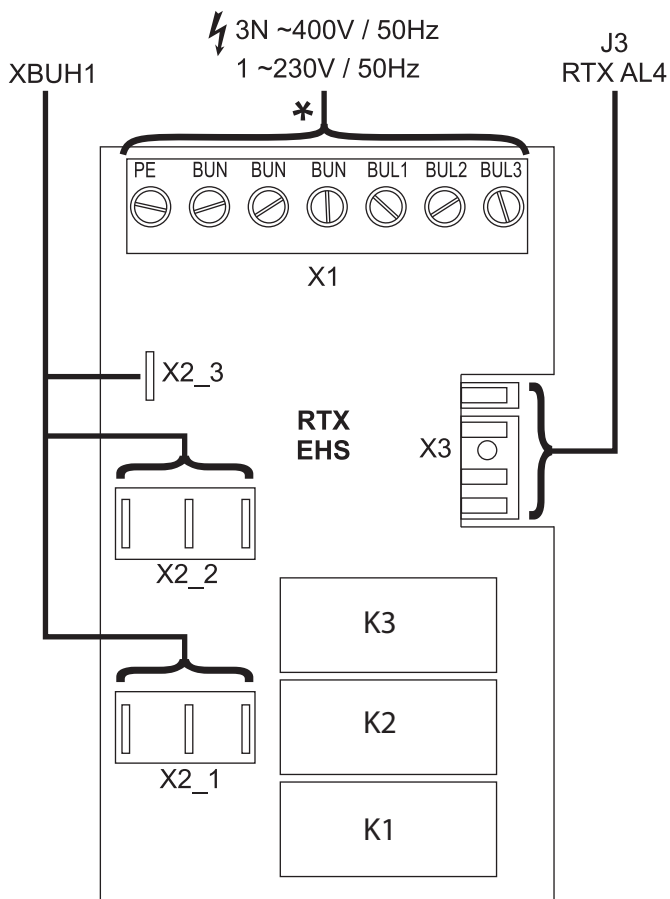

Figura 4-10 Scheda RTXEHS
- Collegare il Backup-Heater alla morsettiere RTXEHS (figura 4-10) della HPSU compact.